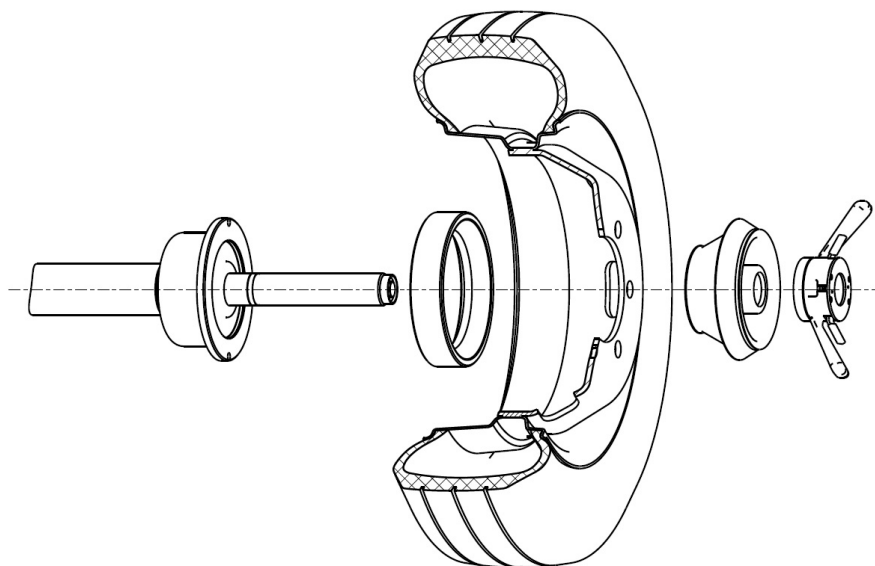

Рисунок 1
4.2 Установить кольцо на фланец чашки шпинделя станка, рисунок 1.